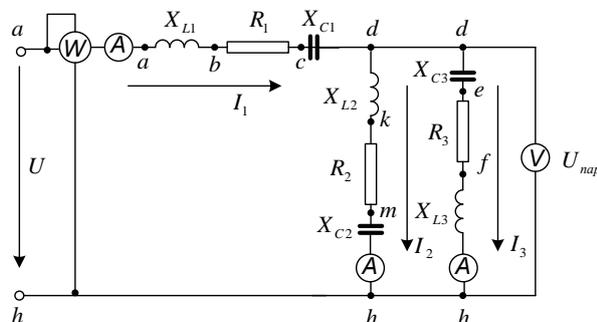

Рис. 1.1
1. По базе данных для своего варианта определить параметры электрической цепи (рис. 1.1), питающей от сети синусоидального тока с напряжением  $U$ .